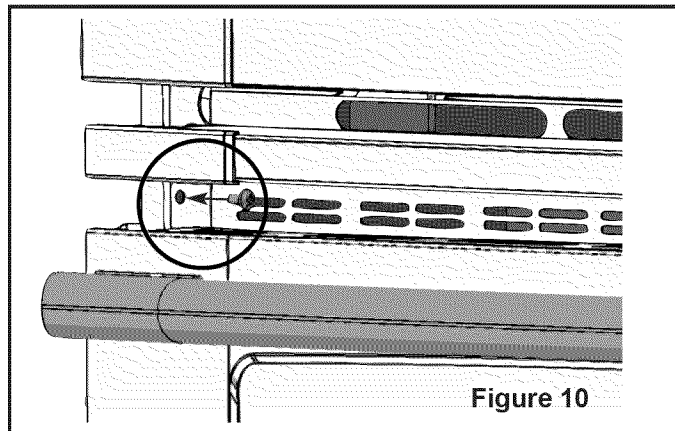

Figure 10
- A. Les trous de montage situés sur les moulures latérales peuvent servir de gabarit (voir la Figure 10).